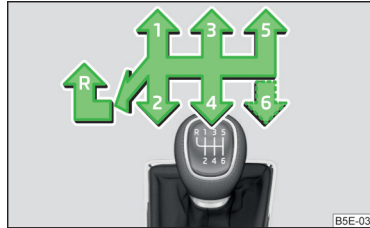

Abb. 93
Auf dem Schalthebel sind die einzelnen Gangstellungen dargestellt » **Abb. 93**.
- › Den Schalthebel völlig nach links und dann nach vorn in **R**-Stellung stellen » **Abb. 93**.